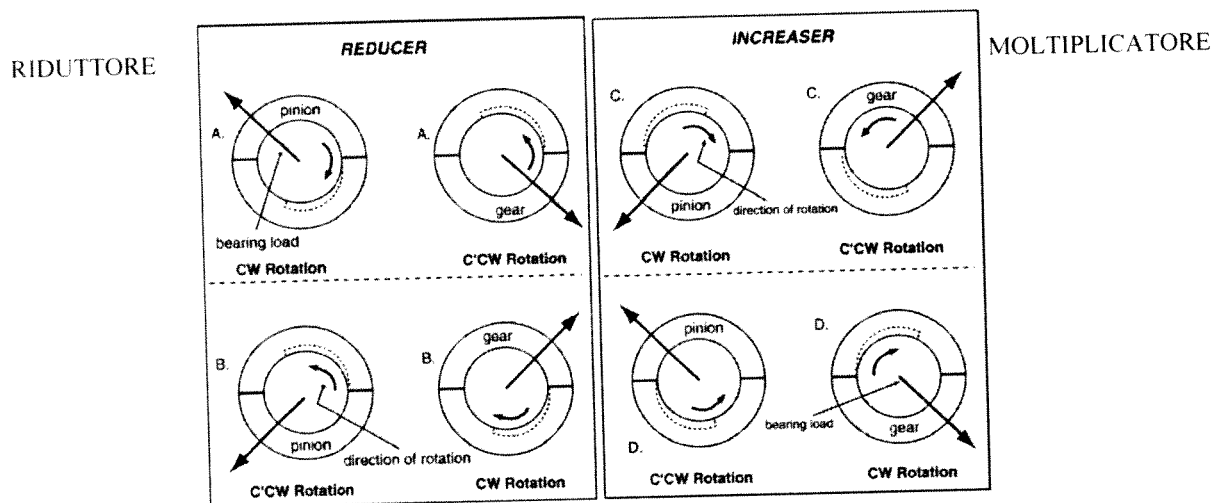

Figura 5 : Posizionamento scanalatura regolatore di pressione
Il cuscinetto a regolazione di pressione è progettato per una direzione di rotazione particolare; tuttavia, si deve fare attenzione nel montaggio per assicurare una corretta rotazione. Le scanalature per la regolazione di pressione sono posizionate sul lato senza carico del cuscinetto radiale come mostrato in Figura 5.
Per posizionare in senso assiale il treno degli ingranaggi e per prendere qualsiasi spinta nominale creata da carichi esterni, **LUFKIN** utilizza normalmente un cuscinetto reggispinga assiale piatto con scanalature radiali (Figura 5 C.) o un cuscinetto reggispinga assiale tipo Kingsbury (cuscinetto doppio a sei-pattini con anello separato, Figura 5 D.) posizionato sull'albero lento oppure un cuscinetto a rulli conici su unità tipo NM. Le aree di spinta dell'unità sono dimensionate in modo che la pressione continua massima di spinta sul cuscinetto piatto sia di 75 psi (525 kPa), mentre quella per una inclinazione conica sia di 150 psi.
- Vedere Figura 5 per il corretto posizionamento della scanalatura di regolazione pressione.